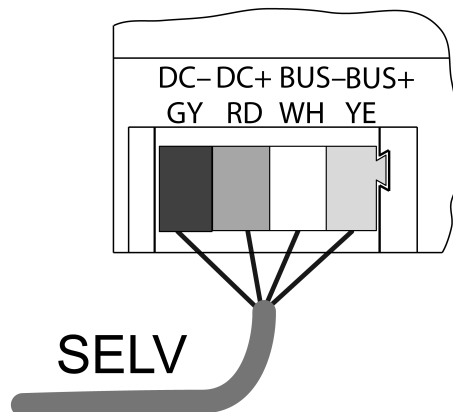

Figure 1: Schéma de raccordement du câble de bus
- Raccorder l'appareil avec câble de bus (Figure 1) au module récepteur sur rail DIN et à l'alimentation en tension (voir Notices du module récepteur sur rail DIN et tension d'alimentation).